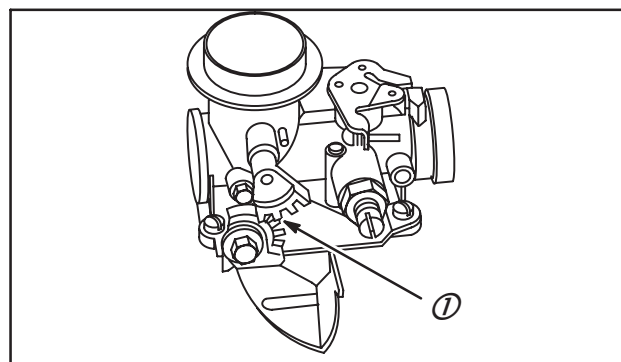

Fig. 47
4. Le levier de starter étant complètement ouvert, placer le support du levier sur le réservoir et enclencher la dent inférieure du levier dans la fente de la dent supérieure du levier (1), Fig. 47.